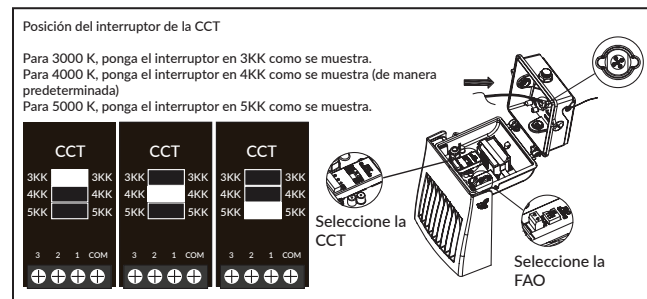

Figura 4A.
- Rompa la junta de cables de 5 orificios para extraer los cables de la fuente de alimentación (L negro, N blanco), el cable de conexión a tierra (G verde). (Figura 4A)